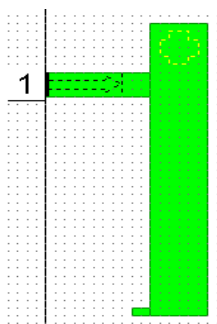

Рис. 6.40
5. Нажмите клавишу **Tab** снова, чтобы открыть диалоговое окно **Enter Coordinates**. Отметьте переключатель **Rel**, чтобы установить относительные координаты. Введите **-0.4** в поле **dx**, введите **0.2** в поле **dy** и нажмите **OK**. Прямоугольный проводник будет отображён в окне электромагнитной структуры (рис. 6.40).